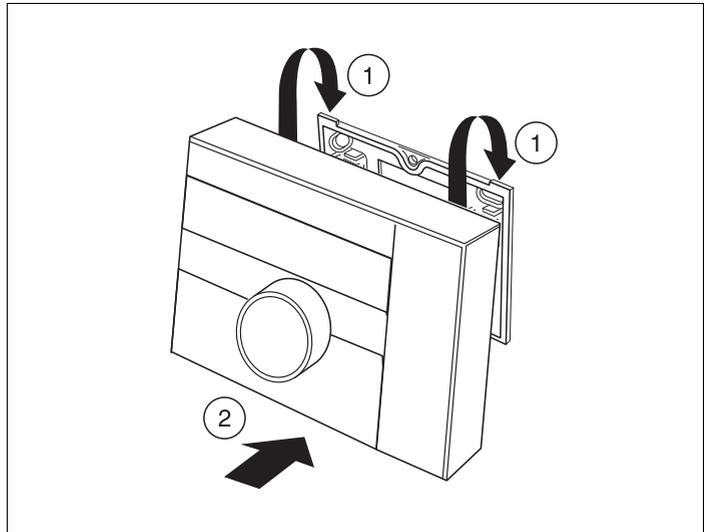

Fig. 7 Colocação do controlador de temperatura ambiente RC10
- ▶ Encaixar o controlador de temperatura ambiente RC10 em cima na placa de montagem, na direcção da seta (fig. 7, [1]).
- ▶ Pressionar o controlador de temperatura ambiente RC10 em baixo na placa de montagem, até que encaixe (fig. 7, [2]).
- ▶ Desbloquear o controlador de temperatura ambiente RC10 no lado inferior (fig. 7, [2]) e desencaixá-lo a partir de cima.